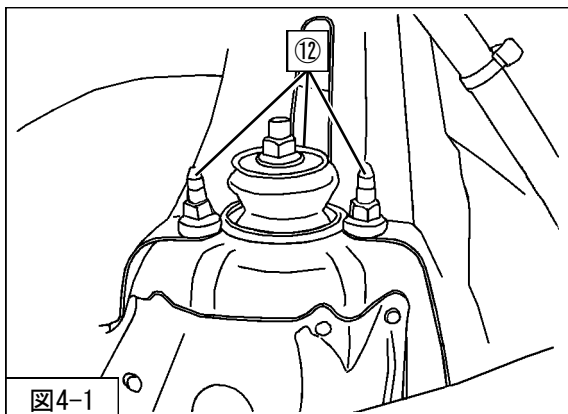

図4-1
⑫サスペンションアッパー取付ナット（締付トルク：74N・m）を車両に取付けてください。（図4-1）